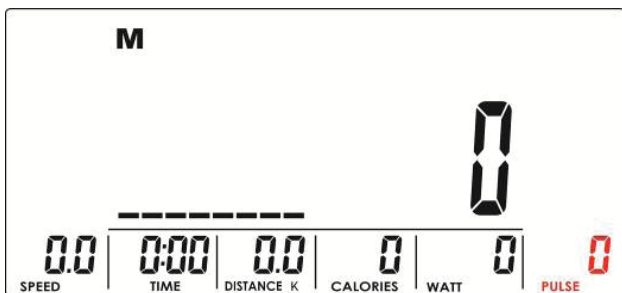
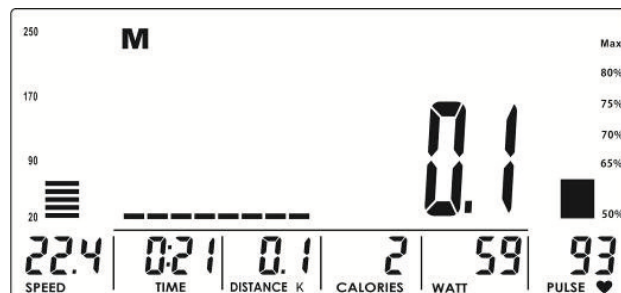
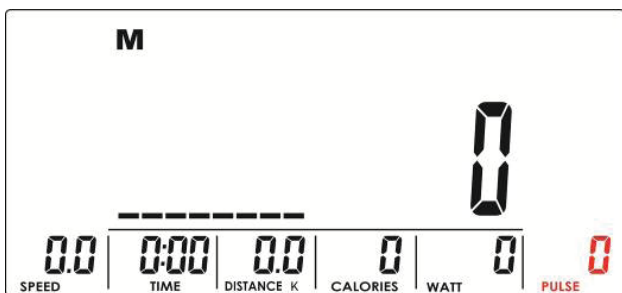

Figure 23
Figure 24
Figure 25
4. L'écran LCD affiche l'IMC (fig. 23), le taux de graisse (FAT %, fig. 24) et le symbole de graisse corporelle (BODY FAT, fig. 25).